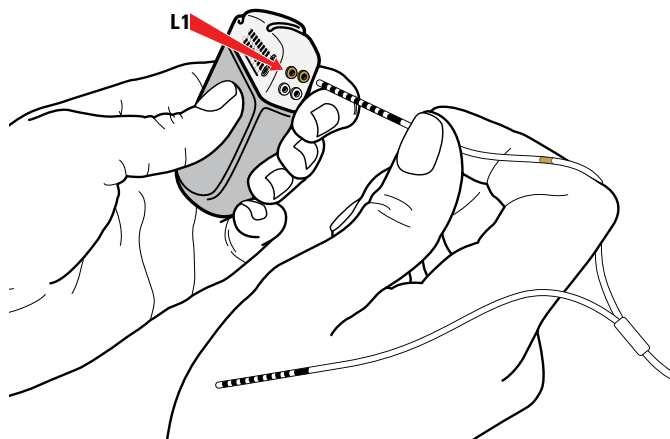

Figure 43. Connexion au port L1 du GII
- a. Connecter l'extrémité avec la bande de marquage dorée au port doré L1 (Figure 43).